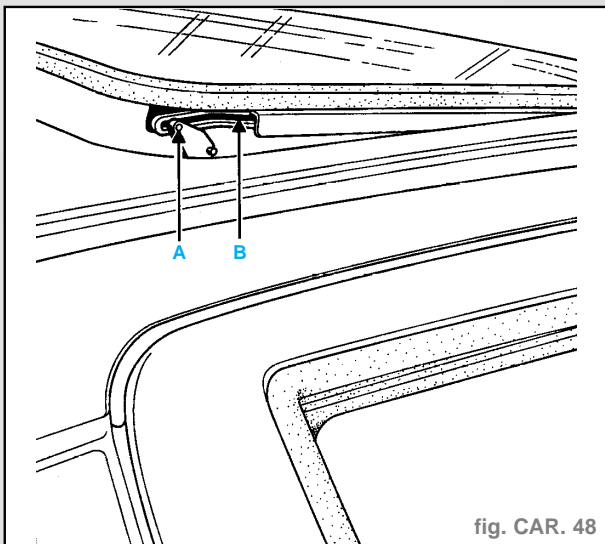

fig. CAR. 48
- Avant remontage du panneau, il faut veiller à ce que les deux patins d'entraînement (A) soient mis en place dans les rainures (B) (fig. CAR. 48).